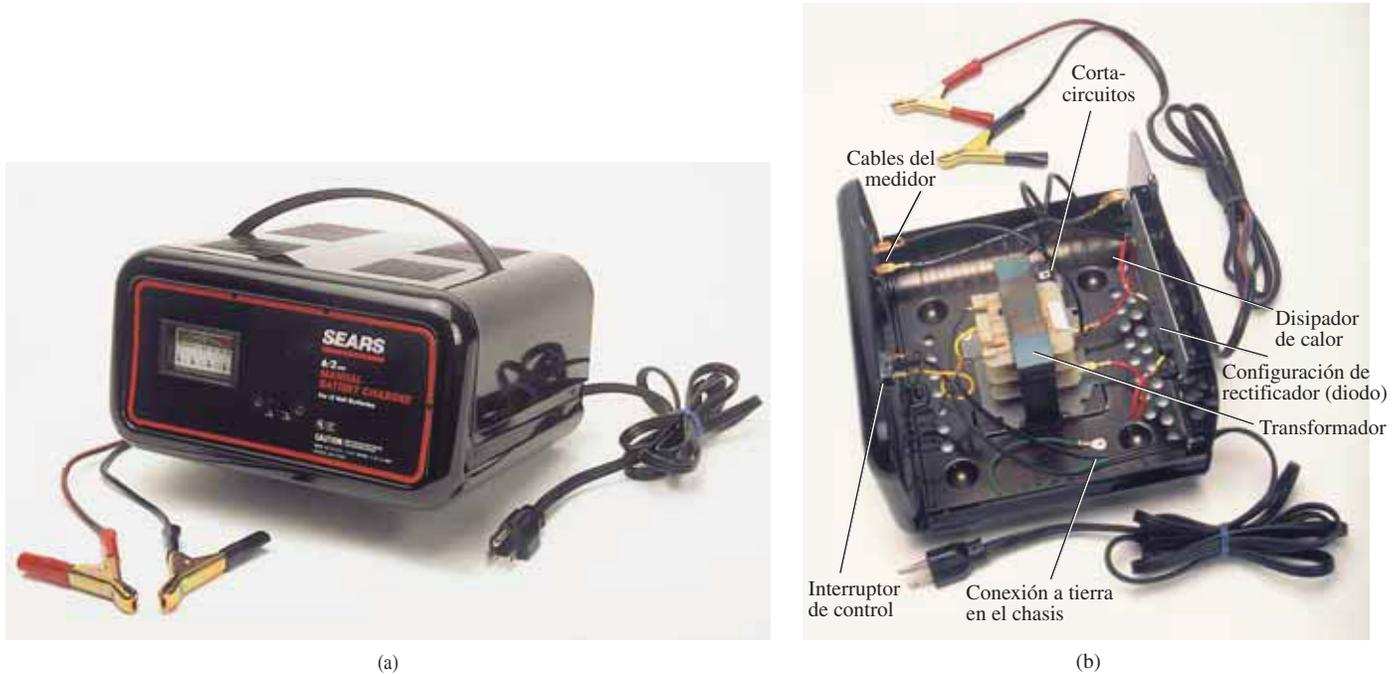
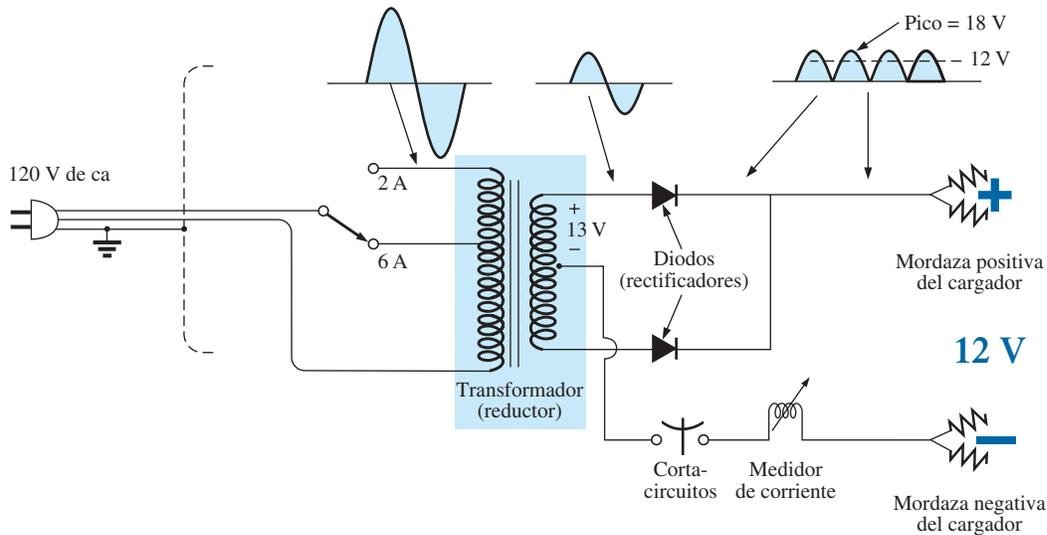
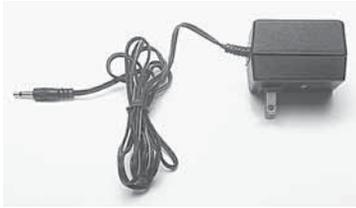

FIG. A2.32
FIG. A2.33
FIG. A2.34
La figura A2.32 presenta la apariencia externa y la construcción interna de un Cargador de Baterías Manual Sears 6/2 AMP. Observe en la figura A2.32(b) que el transformador (como en la mayoría de los cargadores) ocupa la mayor parte del espacio interno. El espacio vacío adicional y los agujeros en la caja están ahí para que se disipe el calor que se desarrollará debido a los niveles de corriente resultantes.
El esquema en la figura A2.33 incluye todos los componentes básicos del cargador. Observe primero que los 120 V de la toma de corriente se aplican directamente a través del primario del transformador. La tasa de carga de 6 o 2 A se determina con el interruptor, el cual simplemente controla cuántas vueltas del primario estarán en el circuito para la tasa de carga seleccionada. Si la batería se carga al nivel de 2 A, todo el primario estará en el circuito, y la relación de vueltas en el primario con las vueltas en el secundario será máxima. Si se está cargando a un nivel de 6 A, habrá pocas vueltas del primario en el circuito, y la relación se reduce. Si la relación del primario al secundario se reduce, el voltaje también lo hace. El efecto contrario ocurre si las vueltas en el secundario exceden las del primario. (Puede consultar lo referente a los transformadores en el capítulo 17 del libro, donde verá que el voltaje en el primario y el secundario está en relación directa con la *relación de vueltas*).
La apariencia general de las formas de onda se presenta en la figura A2.33 con el nivel de carga de 6 A. Observe que hasta ahora el voltaje de ca
Esquema eléctrico del cargador de baterías de la figura A2.32.
En particular, observe en la figura A2.32(b) la gran placa que transporta la corriente desde la configuración del rectificador (diodo) hasta la terminal positiva de la batería. Su propósito principal es funcionar como *disipador de calor* (un lugar para que el calor se distribuya al aire circundante) para la configuración del diodo. De lo contrario, con el tiempo los diodos se fundirían y se autodestruirían debido a los niveles de corriente resultantes. Como referencia, cada componente de la figura A2.33 se rotuló con cuidado en la figura A2.32(b).
Construcción interna de la fuente de 9 V de cd en la figura A2.34.
Una amplia variedad de sistemas en el hogar y la oficina reciben su voltaje de operación de un sistema de conversión ca/cd enchufado directamente en una toma de corriente de ca de 120 V. Las computadoras portátiles, las máquinas contestadoras y teléfonos, los radios, los relojes, los teléfonos celulares, los reproductores de discos compactos (CD), etcétera, reciben su potencia de cd de un sistema encapsulado como el que se muestra en la figura A2.34. La conversión de ca en cd ocurre dentro de la unidad, la cual se enchufa directamente en la toma de corriente. El voltaje de cd está disponible al final del cable, el cual está diseñado para enchufarse en la unidad en operación. Tan pequeña como puede ser la unidad, contiene básicamente los mismos componentes que el cargador de baterías de la figura A2.32.